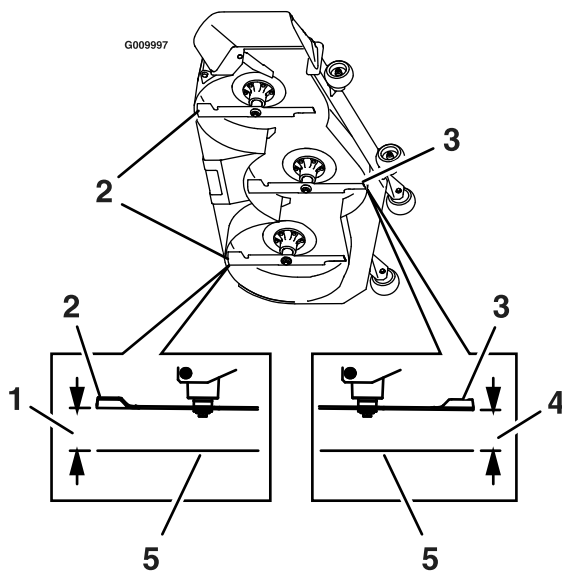

Figure 84
8. Mesurez la distance entre la surface plane et la pointe avant de la lame centrale (Figure 84).